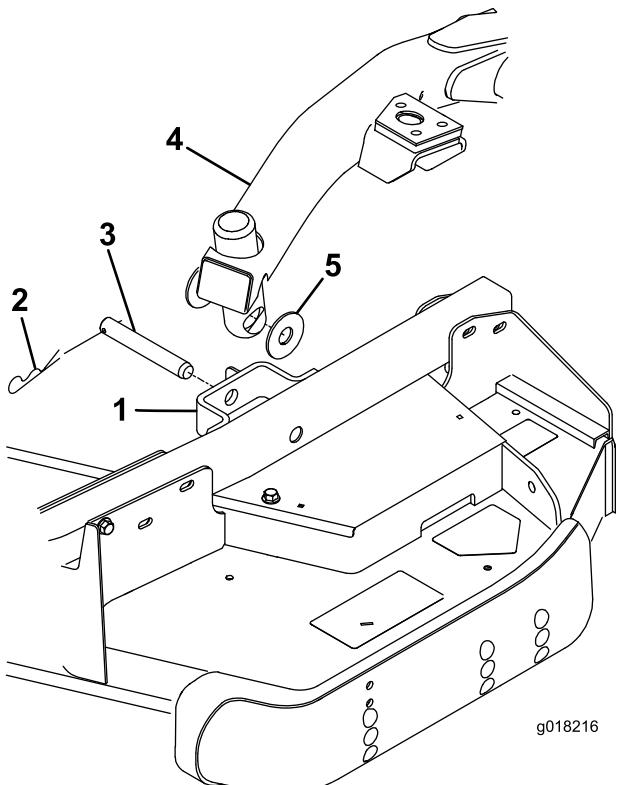

図 26
4. 昇降スイッチを前位置（フロート位置）にセットする。昇降アームを押し下げて、昇降アームについている穴とキャスターームのブラケットについている穴を整列させ、昇降アームのパッドに刈高ロッドを挿入できるようする（図 26）
5. スラストワッシャ 2枚、クレビスピング、ヘアピンコッターを使って、昇降アームをキャスターームに固定する。スラストワッシャは昇降アームとキャスターーム・ブラケットの間に inserer (図 26) コッターピンを、キャスターーム・タブのスロットに差し込んで固定する。